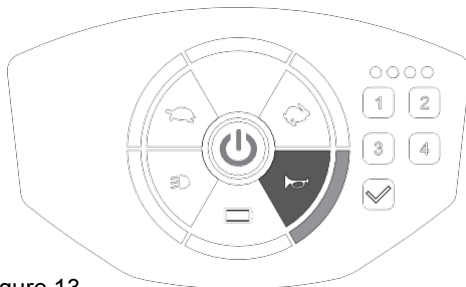

Figure 13
- Appuyez sur la touche du klaxon pour faire retentir l'avertisseur. L'avertisseur et le voyant restent allumés jusqu'à ce que vous relâchiez la touche du klaxon (figure 13).